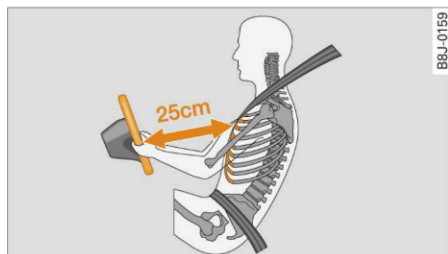

Fig. 186 Distanța de siguranță față de volan
- Pentru șofer și pentru pasagerul din față este importantă păstrarea unei distanțe de cel puțin 25 cm față de volan, respectiv față de bord ⇒ fig. 186. Dacă nu se păstrează această distanță minimă, sistemul airbag nu poate asigura protecția necesară - la declanșarea airbag, se creează un pericol suplimentar. Pe lângă acestea, scaunele din față și tetierele trebuie să fie întotdeauna reglate în funcție de mărimea corpului.